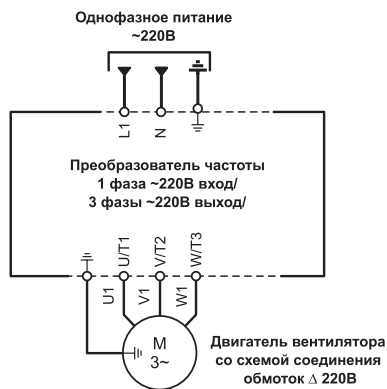

Рисунок 4
11.3 Допускается вентиляторы с двигателями на номинальное напряжение Δ/Y 220/380 В подключать к однофазной сети переменным напряжением 220В только через однофазный преобразователь частоты с выходом три фазы по 220В переменного тока, предварительно переключив схему соединения обмоток двигателя в треугольник Δ 220 В (см. рисунок 4), в противном случае двигатель может выйти из строя.